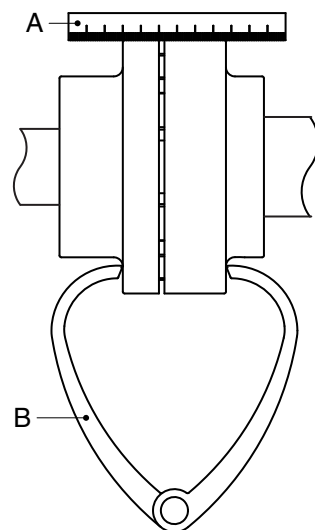

Abbildung 3: Aligning the coupling by means of a ruler and a pair of outside calipers.
- 1 Ein Lineal (A) wird auf die Kupplung gelegt. Das Lineal muss über die volle Breite der Kupplung gegen beide Kupplungshälften anliegen. Siehe Abbildung 3. Diese Kontrolle wird an drei Stellen der Kupplung durchgeführt.
- 2 Eine mögliche Winkelabweichung mit Hilfe eines Außentasters (B) an zwei entsprechenden Stellen auf beiden Seiten der Kupplungshälften kontrolliert. Siehe Abbildung 3. Diese Kontrolle wird an drei Stellen rund um die Kupplung durchgeführt.